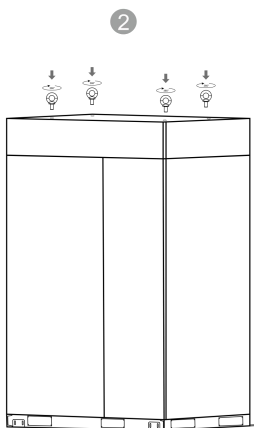

Рисунок 2
2. Вставте чотири підвісні кільця у отвори у верхній частині пристрою поверніть їх за годинниковою стрілкою до надійної фіксації. Див. рисунок 2 та 3.